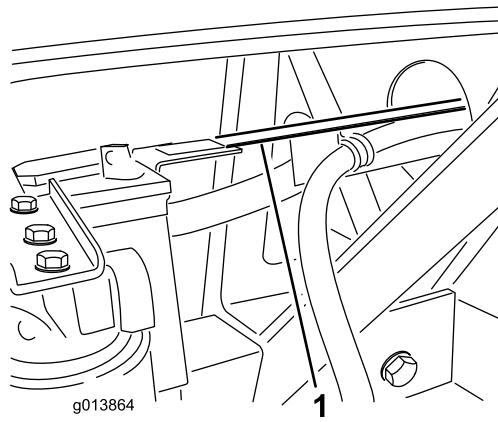

Figura 10
- La guida flessibile dovrebbe essere posizionata sopra la linguetta rispetto al cavalletto verticale del vassoio batteria (Figura 10). Se i fori della guida flessibile non corrispondono ai fori della linguetta del vassoio batteria, la lunghezza della guida flessibile può essere regolata allentando i bulloni che fissano la guida flessibile alla staffa del serbatoio idraulico e spostando la guida avanti o indietro, in base alla necessità.
- Attaccate la guida dei flessibili alla linguetta del vassoio batteria utilizzando 2 bulloni ($\frac{1}{4}$ " x $\frac{3}{4}$ ") e dadi di bloccaggio flangiati (Figura 10).